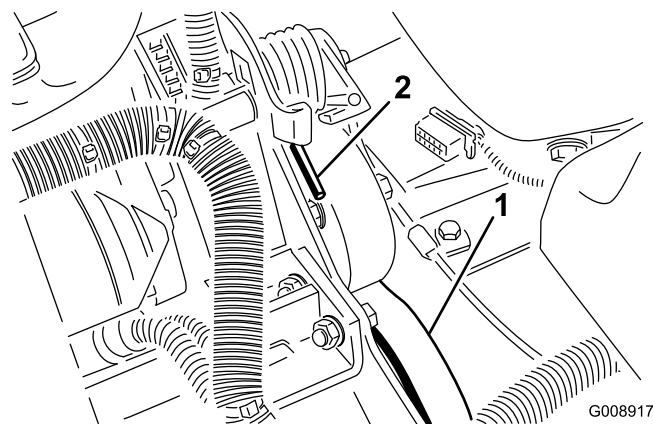

図 70
2. スプリングの端を前側に押し下げてブラケットから外し、スプリングのテンションをなくす（図 70）。